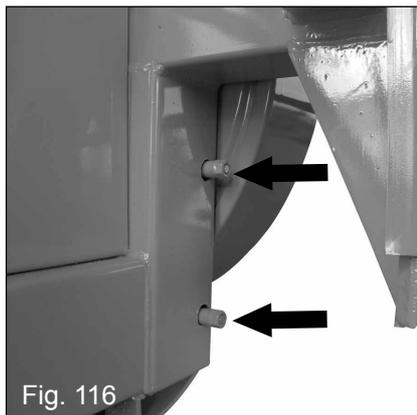
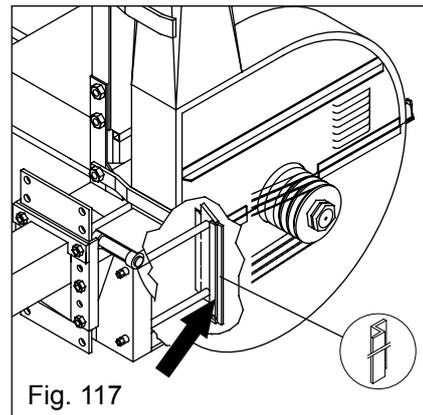

Fig. 116
Fig. 117
- Solte o parafuso (Fig. 116) de fixação da contrafaca;
- Substitua a contrafaca (Fig. 117) ou efetue a afiação, em seguida aperte os parafusos (Fig. 116). Lembre-se, utilize somente a contrafaca original COMBINE, tratada com tungstênio.
- Para a montagem efetue o procedimento ao inverso, citados neste item e no item 10.8.